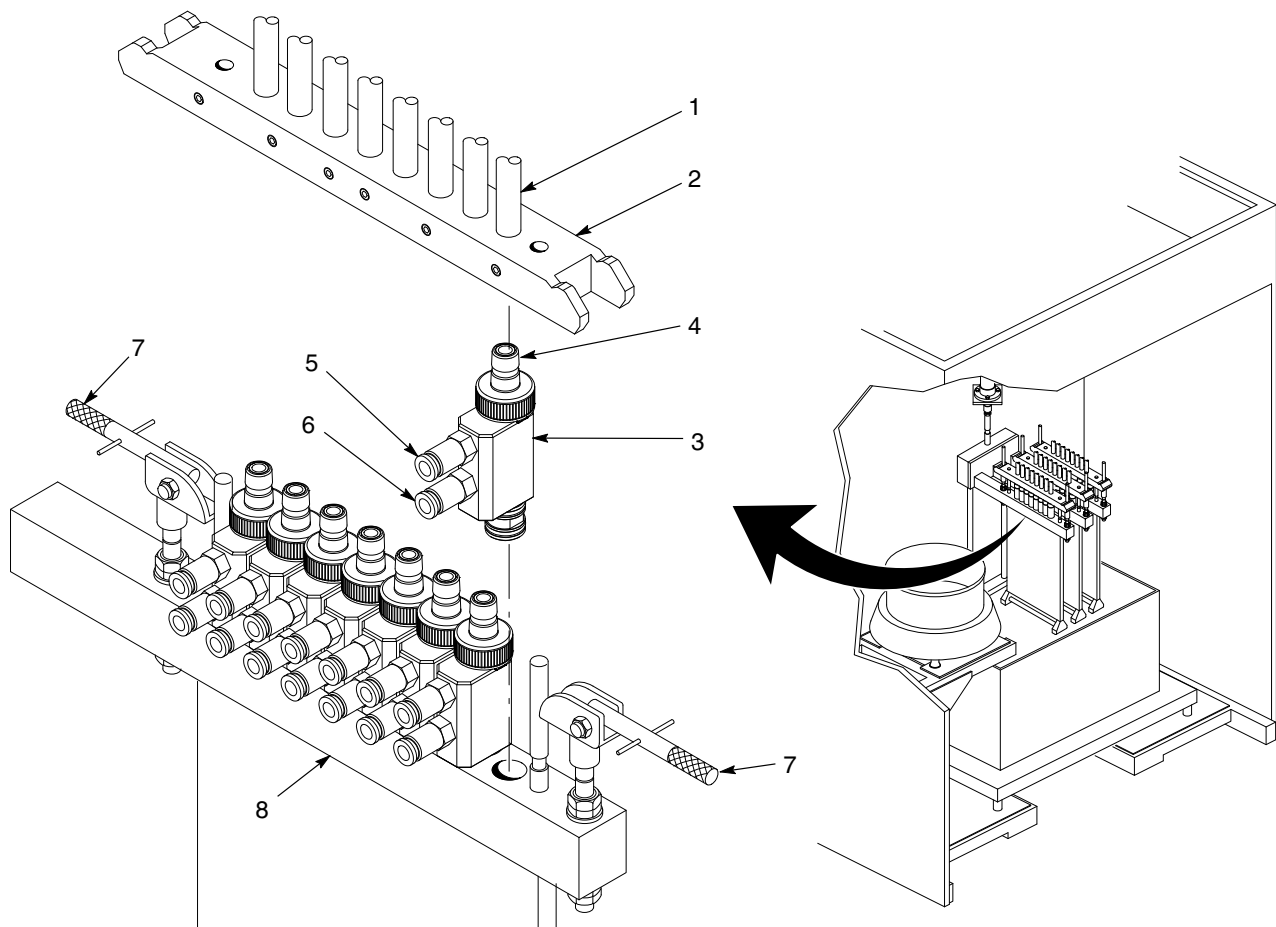

Bild 2 Demontering och montering av pumpar på lansenheter
3. Se bild 2. Ställ låshandtagen (7) i nerfällt läge.
4. Lyft av fördelaren för pulver slangar (2) från pumparna. Var försiktig så att inte venturirörens mynningar (4) skadas. Renblås slangfördelaren och pumparna.
5. Koppla loss luftslangarna från kopplingarna för pumpens transportluft (6) och atomiseringsluft (5).
6. Drag ut pumpen (3) från fördelarblocket (8) med en lätt vridande rörelse.
1. Se bild 2. Tryck i pumpen (3) i fördelarblocket (8) tills att pumpkroppen kommit ända ner till fördelarblocket.
2. Anslut luftslangarna till kopplingarna för pumpens transportluft (6) och atomiseringsluft (5).
3. Sätt på pulverslangens fördelare (2) på pumpens venturirörsmynning (4).
4. Ställ låshandtagen (7) i uppfällt läge.